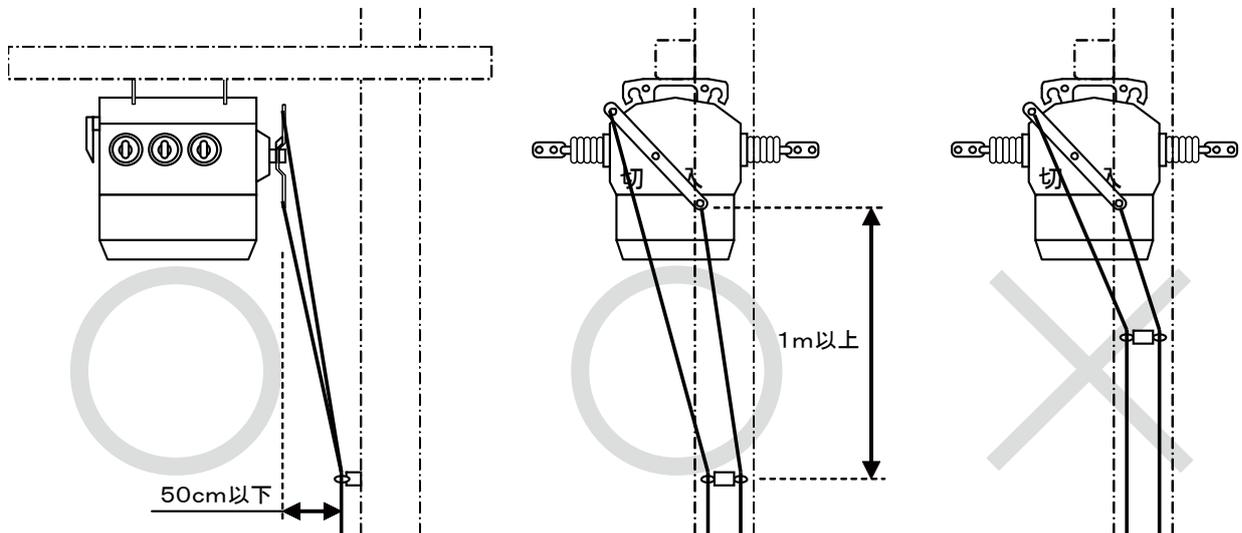

図8
- ⑥ロープ支持金具は適切な場所に設置してください。(操作ハンドルとの水平距離は50cm以下、操作ハンドル下方穴位置からの垂直距離1m以上)
- また、設置後、入・切操作が操作用ロープでスムーズに行えることを確認してください。(図8)